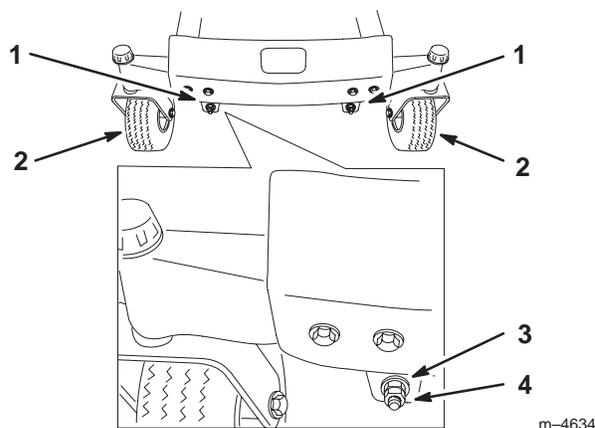
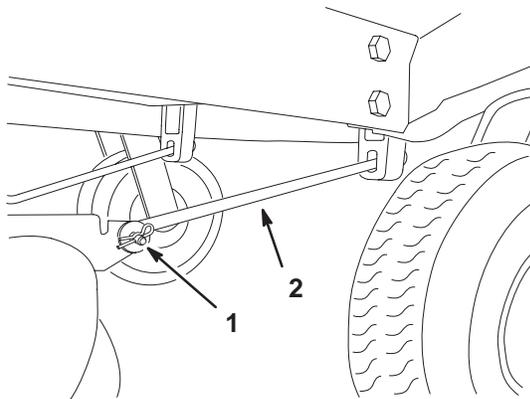

Figure 43
Figure 45
10. Pour régler l'inclinaison avant/arrière des lames, retirez les contre-écrous et tournez les écrous de réglage à l'avant du plateau de coupe (Fig. 43).
12. Après avoir réglé uniformément les deux écrous, contrôlez de nouveau l'inclinaison avant/arrière. Poursuivez le réglage des écrous jusqu'à ce que la pointe de la lame avant soit de 1,6 à 7,9 mm (1/16–5/16 pouce) plus basse que la pointe de la lame arrière (Fig. 43).
Remarque : Après avoir réglé les écrous de réglage, vérifiez qu'aucune des tige de support ne présente de **jeu** (Fig. 45). Serrez l'une ou l'autre pour supprimer le jeu (Fig. 43).
4. Retirez la goupille fendue et l'axe de chape de la tige de support avant de chaque côté du plateau de coupe (Fig. 45).
7. Fixez les tiges de support avant à la machine à l'aide des axes de chape et des goupilles fendues (Fig. 45).